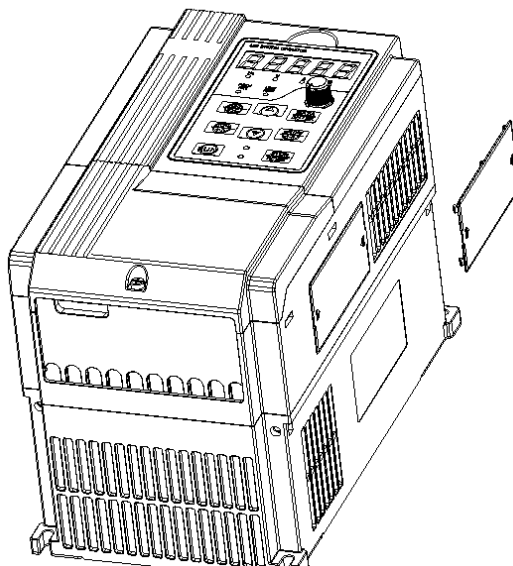

Рис. 3-8. Демонтаж и монтаж пылезащитного кожуха
- а.** Монтаж пылезащитного кожуха: пылезащитный кожух, согласно Рис. 3-8, монтируется параллельно корпусу. Доступно для моделей до 22 кВт.